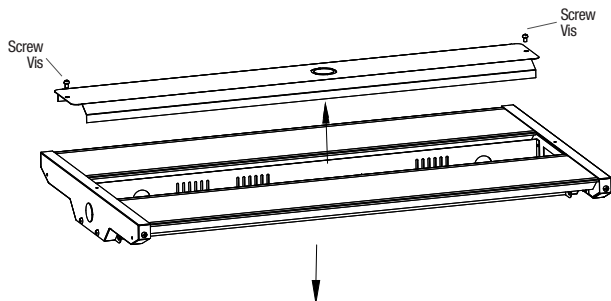

Fig. 1
2. Retirer le couvercle du contrôleur de DEL du boîtier en dévissant les vis (Fig. 1)
1. Remove the driver box cover by unscrewing the two screws (Fig. 1).
1. Retirer le couvercle du contrôleur de DEL en dévissant les deux vis (Fig. 1).